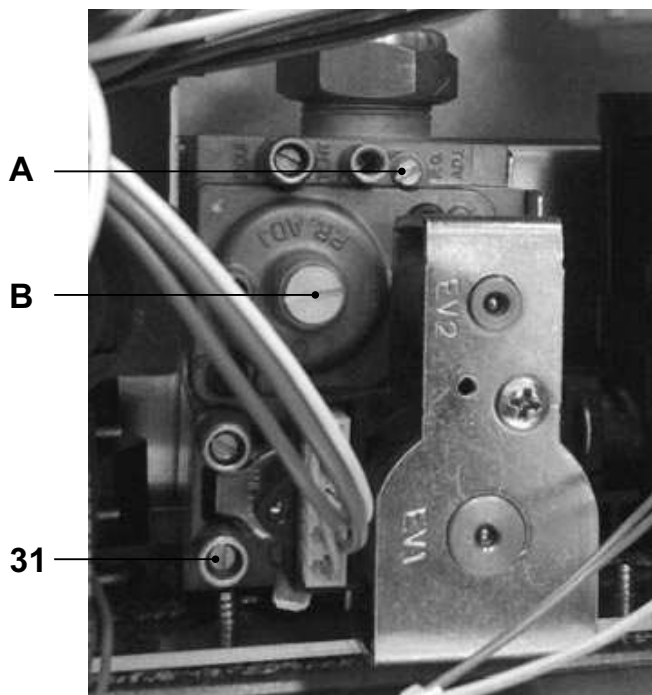

Figura 7.5
- A caldaia spenta (fuori servizio), controllare la pressione di alimentazione utilizzando la presa 31 in Figura 7.5 e confrontare il valore letto con quelli riportati nella tabella Pressioni di alimentazione gas nella sezione "Dati tecnici" pag. 24.
- Richiudere bene la presa di pressione 31 in Figura 7.5 .
- Per tarare il **CO₂** della caldaia (pressione del gas al bruciatore) svitare completamente il tappo in ottone di protezione B e agire sulla vite a brugola ø 4 mm sottostante Figura 7.5 , girando in senso orario il **CO₂** aumenta.
- Se i due dati non coincidono agire sulla vite regolazione massimo RQ (A in Figura 7.5) della valvola gas e tarare il CO_2 allo stesso valore riportato nella sezione "Dati tecnici" in tabella "Dati in sanitario" pag. 24 (modello KONDENS N 25 B) e pag. 26 (modello KONDENS N 30 B). Girando in senso orario il CO_2 diminuisce.